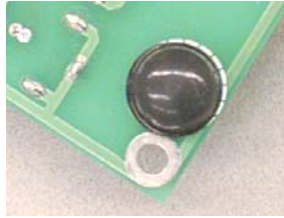

Figura 1-26
- √ La Board of Education che state usando, ha dei cerchietti disegnati sul lato inferiore per mostrare dove ciascun piedino in gomma deve essere messo. Rimuovere ciascun piedino in gomma dalla striscia adesiva e attaccatelo sul lato inferiore della Board of Education come mostrato in Figura 1-26.